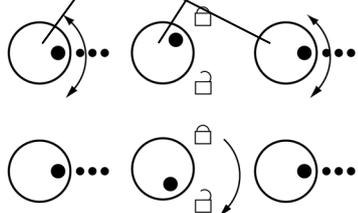

Abbildung 10:
- Überzeugen Sie sich davon, dass die beiden äußeren Justierknöpfe (F2) des Separiersystems zentriert sind (●●● -Position). Entsperren Sie das Separiersystem, indem Sie den Separierfeststellgriff (F3) im Uhrzeigersinn drehen (siehe Abbildung 10).